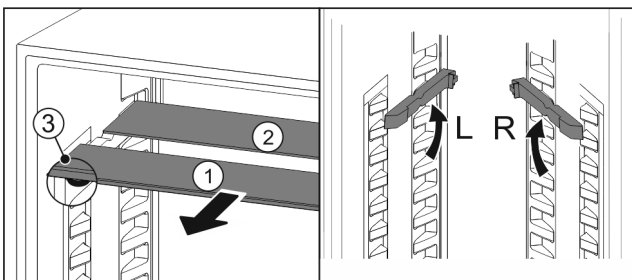

Fig. 94
- ▶ estrarre i ripiani di vetro singolarmente tirando in avanti Fig. 94 (1).
- ▶ Il piano in vetro Fig. 94 (1) con il motivo ornamentale è nella parte anteriore.
- ▶ I fermi Fig. 94 (3) sono rivolti verso il basso.